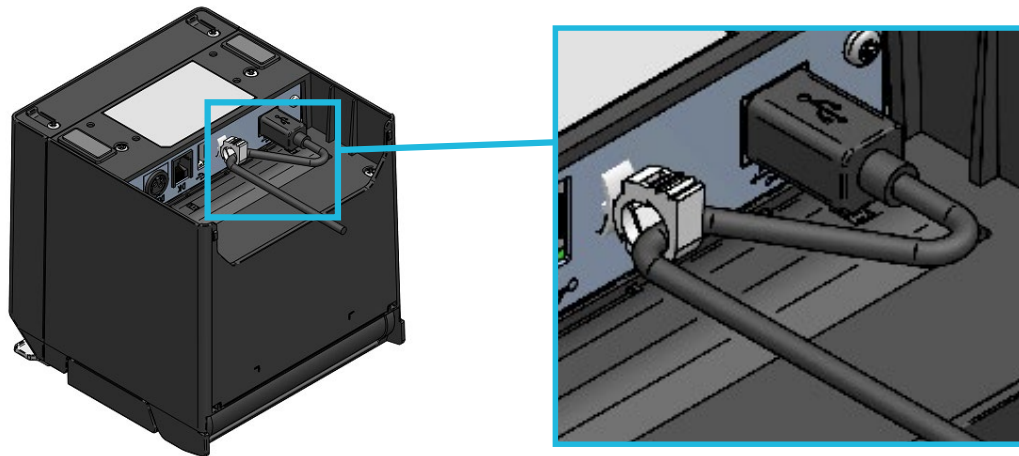
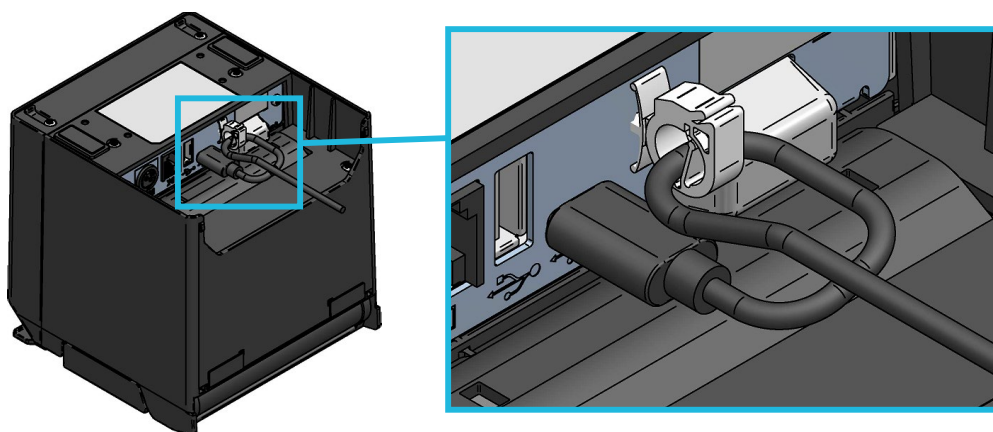

Figura 12-2 Sujeción de la impresora y del cable USB
Figura 12-4 Sujeción de la impresora y del cable USB-C
- (1) Asegúrese de que la impresora esté apagada.
- (2) Conecte el cable de interfaz para utilizar el conector de la interfaz en la parte posterior de la impresora. (Sujete el cable USB con la abrazadera de cable como se muestra en la Figura 12-2 para conectar el cable USB y en la Figura 12-4 para conectar el cable USB-C).
- (3) Encienda la impresora y envíe datos desde el dispositivo anfitrión a la impresora.
- (4) Verifique que los datos se imprimen correctamente.